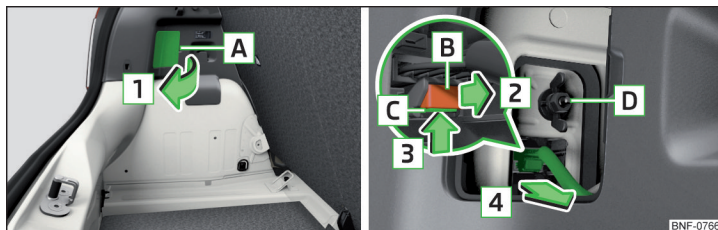

Fig. 179 Afmontering af lygte / Sådan trækkes stikket af.
- Klap afdækningen op i pilens retning **1** » Fig. 179 i området **A**.
- Skru kunststofmøtrikken **D** » Fig. 179 på, og spænd den fast.